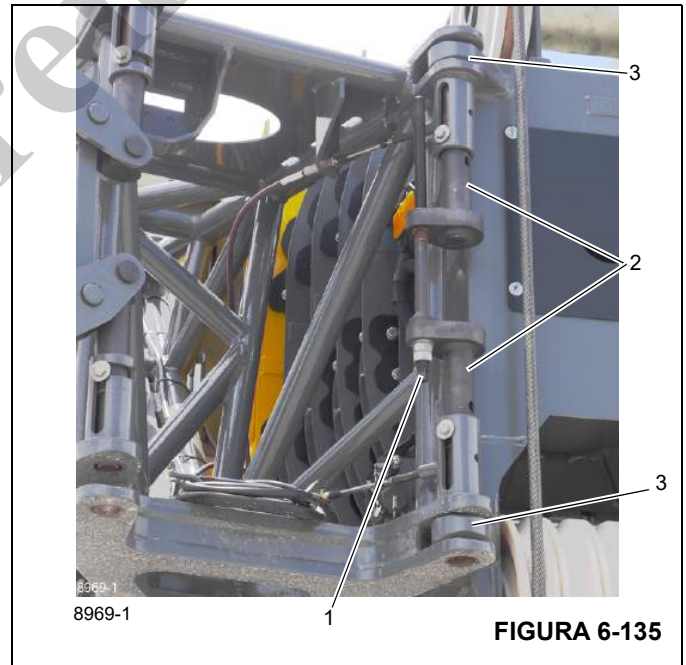

FIGURA 6-135
8. Usando el destornillador de golpe, gire el tornillo separador (1), (Figura 6-135), en sentido horario hasta que los pasadores (2), (Figura 6-135), estén completamente fuera de las orejetas (3), (Figura 6-135).
- En el lado derecho de la punta de la pluma, use el destornillador de golpe para girar el tornillo separador (1), (Figura 6-135), en sentido horario hasta que los pasadores (2), (Figura 6-135), estén completamente fuera de las orejetas (3), (Figura 6-135).